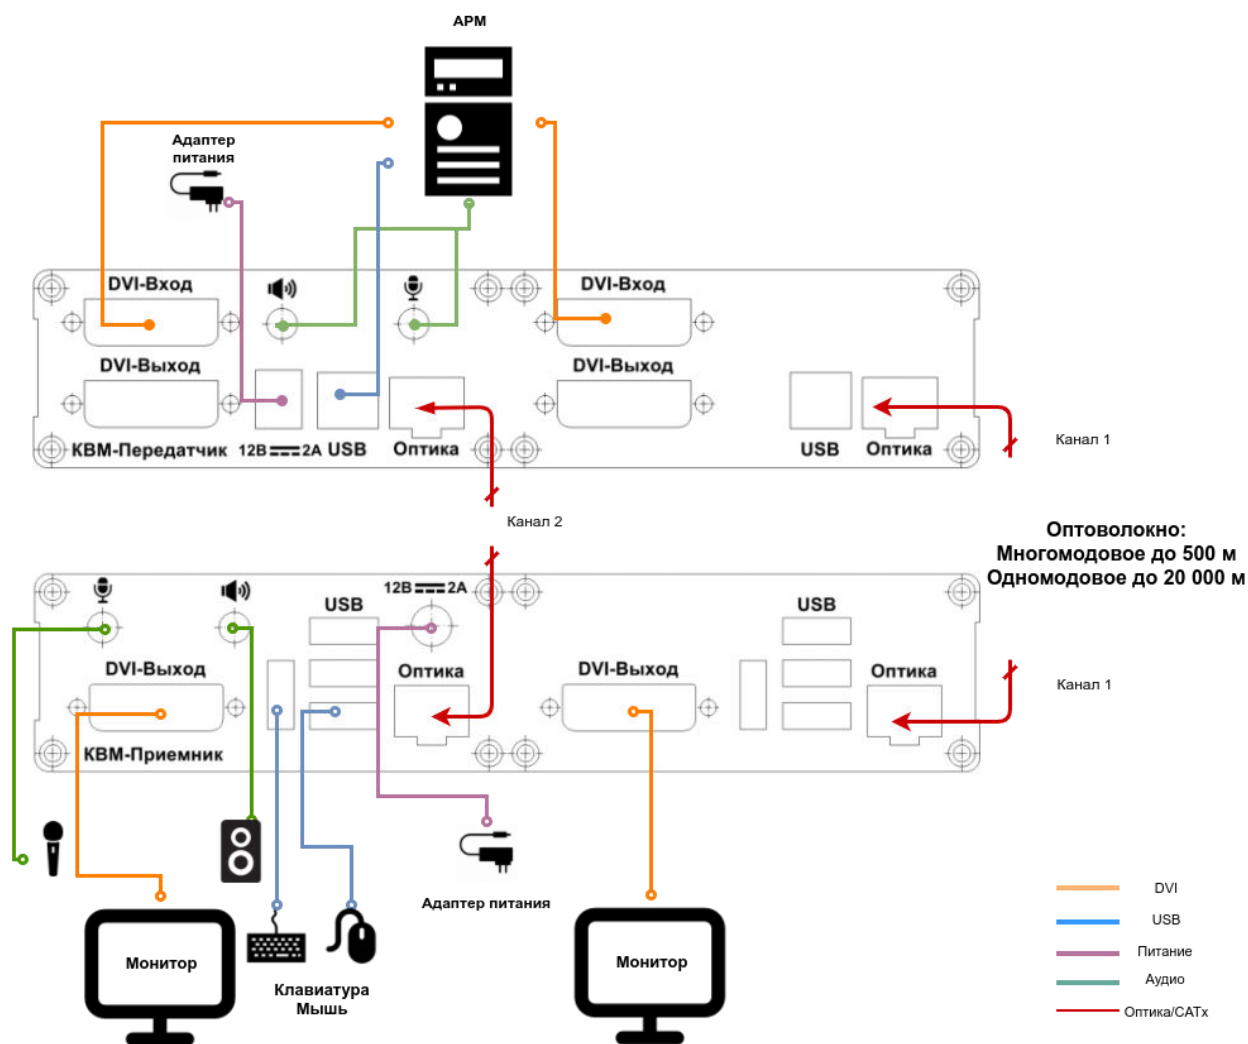

Рис. 3. Схема подключения кабелей
2. Подключите необходимые кабели (USB, Audio, Video) к портам приемника и передатчика согласно «Схеме подключения» (рис.3).